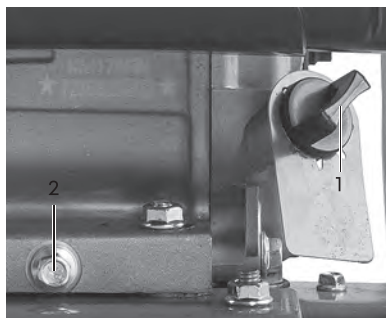

Рис. 14.
2. Выкрутите пробку маслозаливной горловины с щупом 1 (рис. 14).
3. Открутите сливную пробку 2 (рис. 14) и слейте отработанное масло в подготовленную ёмкость.
4. Проверьте зазор между электродами, он должен составлять 0,6-0,7 мм (рис. 14). При необходимости отрегулируйте зазор.